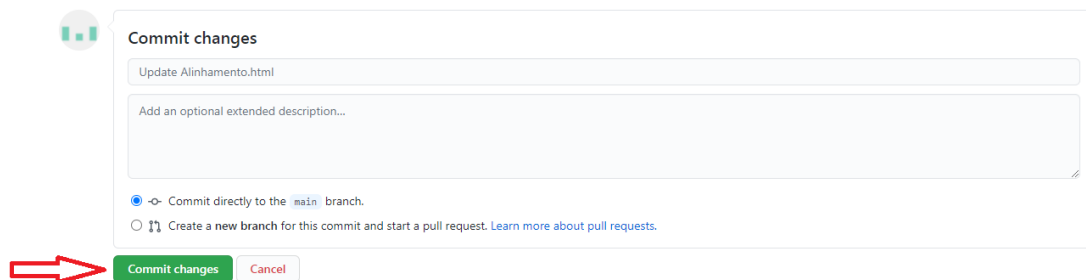

Figura 06: Salvar as alterações dentro do arquivo.
Passo 04: É o passo mais importante, para salvar o que mudou no arquivo, precisa descer a página até o final e encontrar “Commit changes” (Figura 06). Feito isso, você alterou com sucesso o arquivo.